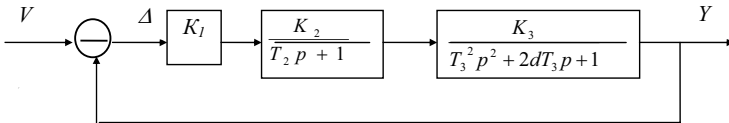

Рис. 18. Структурна схема досліджуваної системи
**Мета роботи.** Дослідження впливу параметрів лінійної системи (рис. 18) на її стійкість.
При використанні критерію Найквіста, про стійкість замкненої САК судять по амплітудно-фазочастотній характеристиці (АФЧХ) розімкненої САК. Для побудови АФЧХ розімкненої САК (годографа Найквіста) необхідне знання передатної характеристики системи  $W_p(s)$  (рис. 18, а), одержуваної безпосередньо за схемою САК або в результаті експериментальних досліджень.